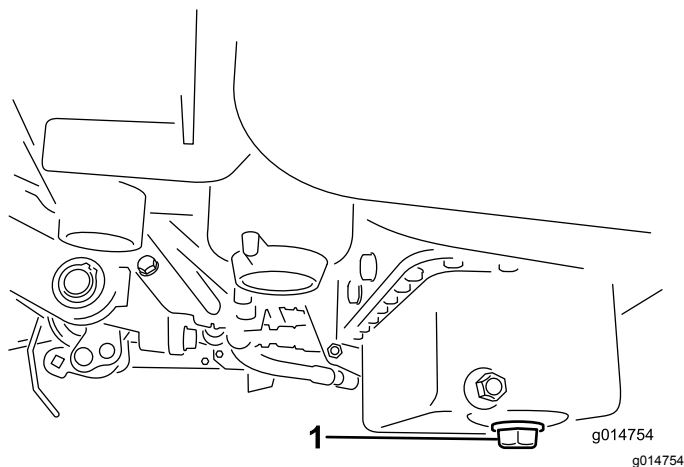

Bild 45
1. Entfernen Sie die Ablassschraube und lassen das Öl in eine Auffangwanne ab. Schrauben Sie die Ablassschraube wieder ein, nachdem das Öl abgelassen ist (Bild 45).